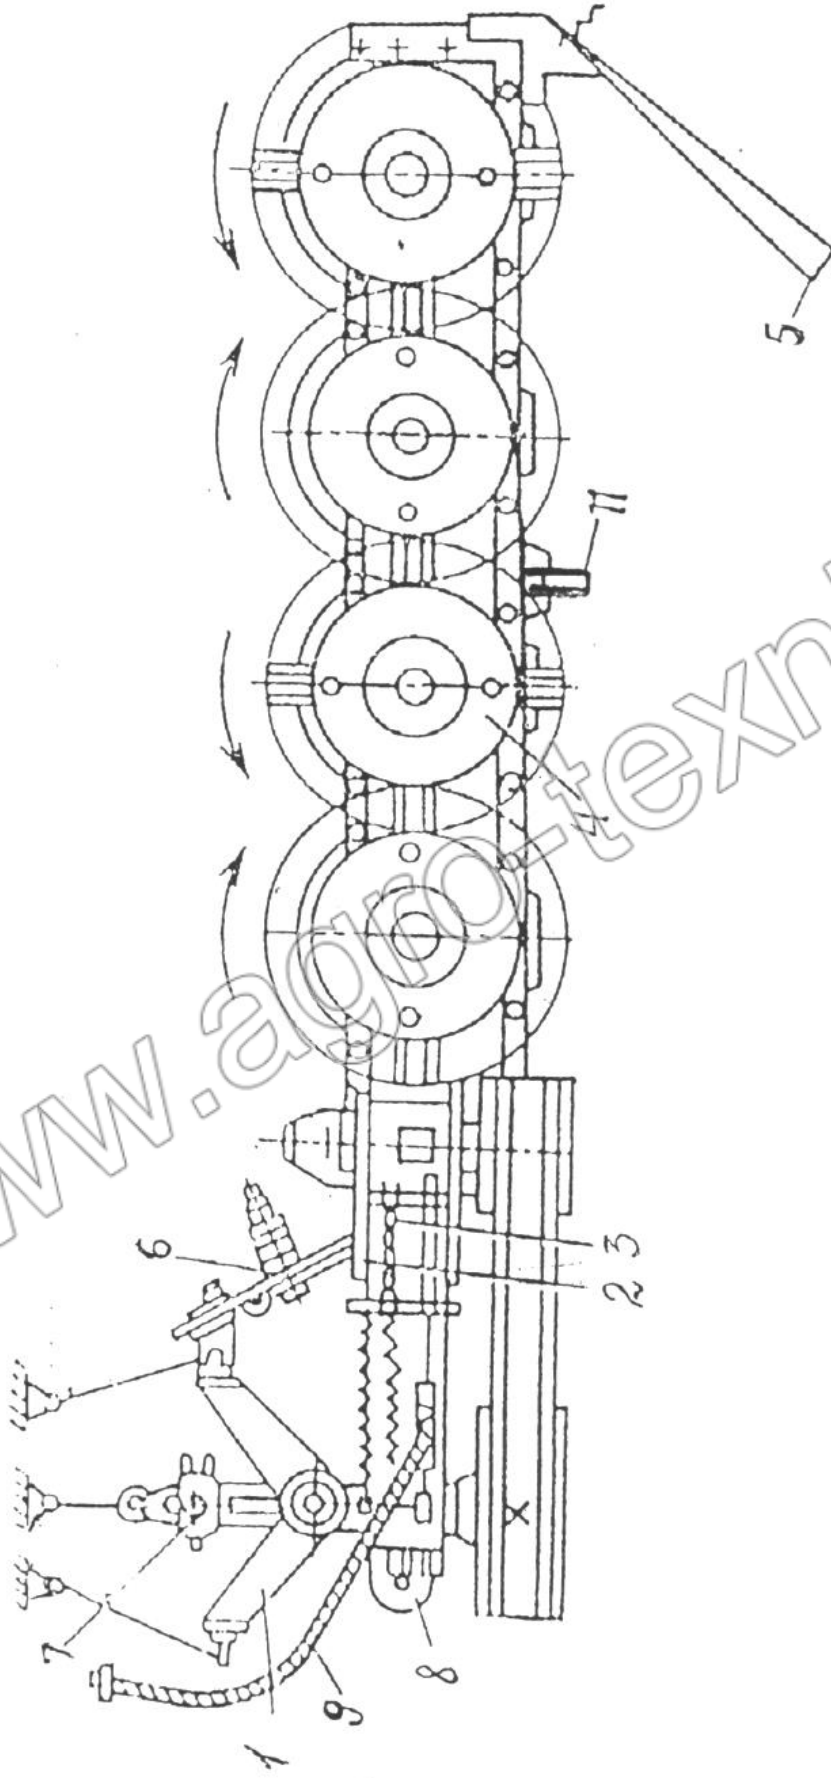
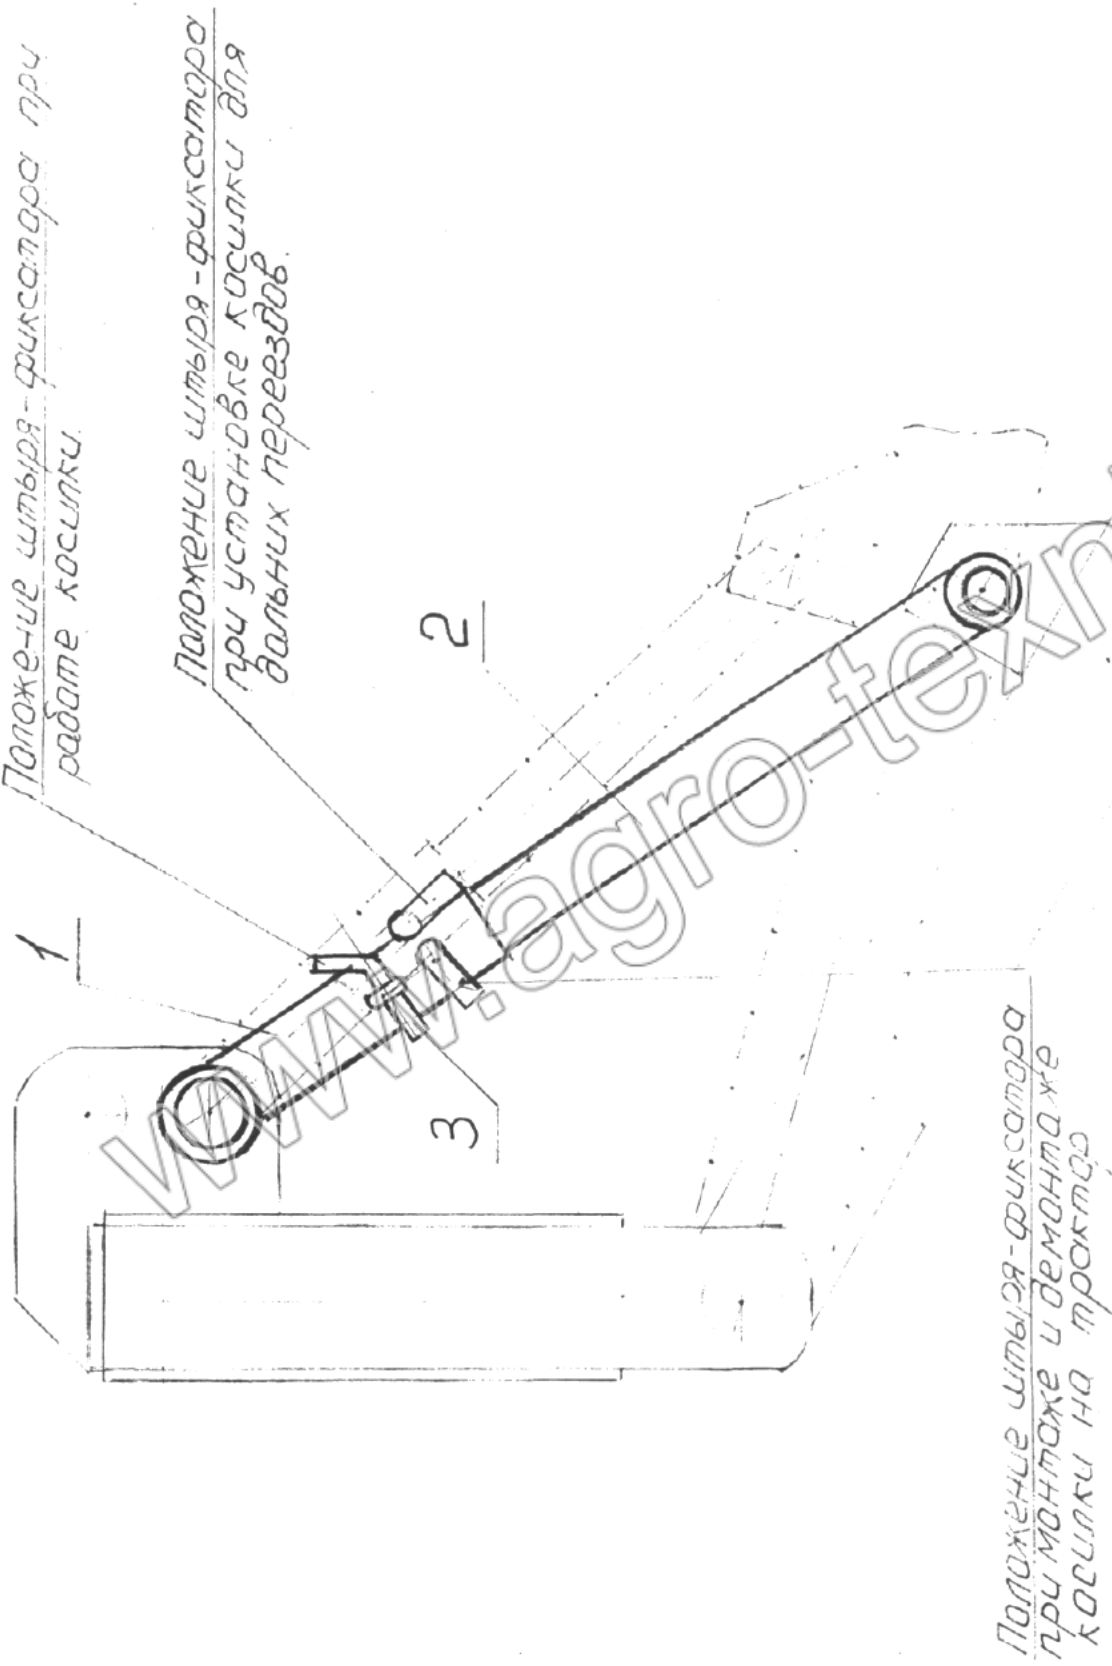
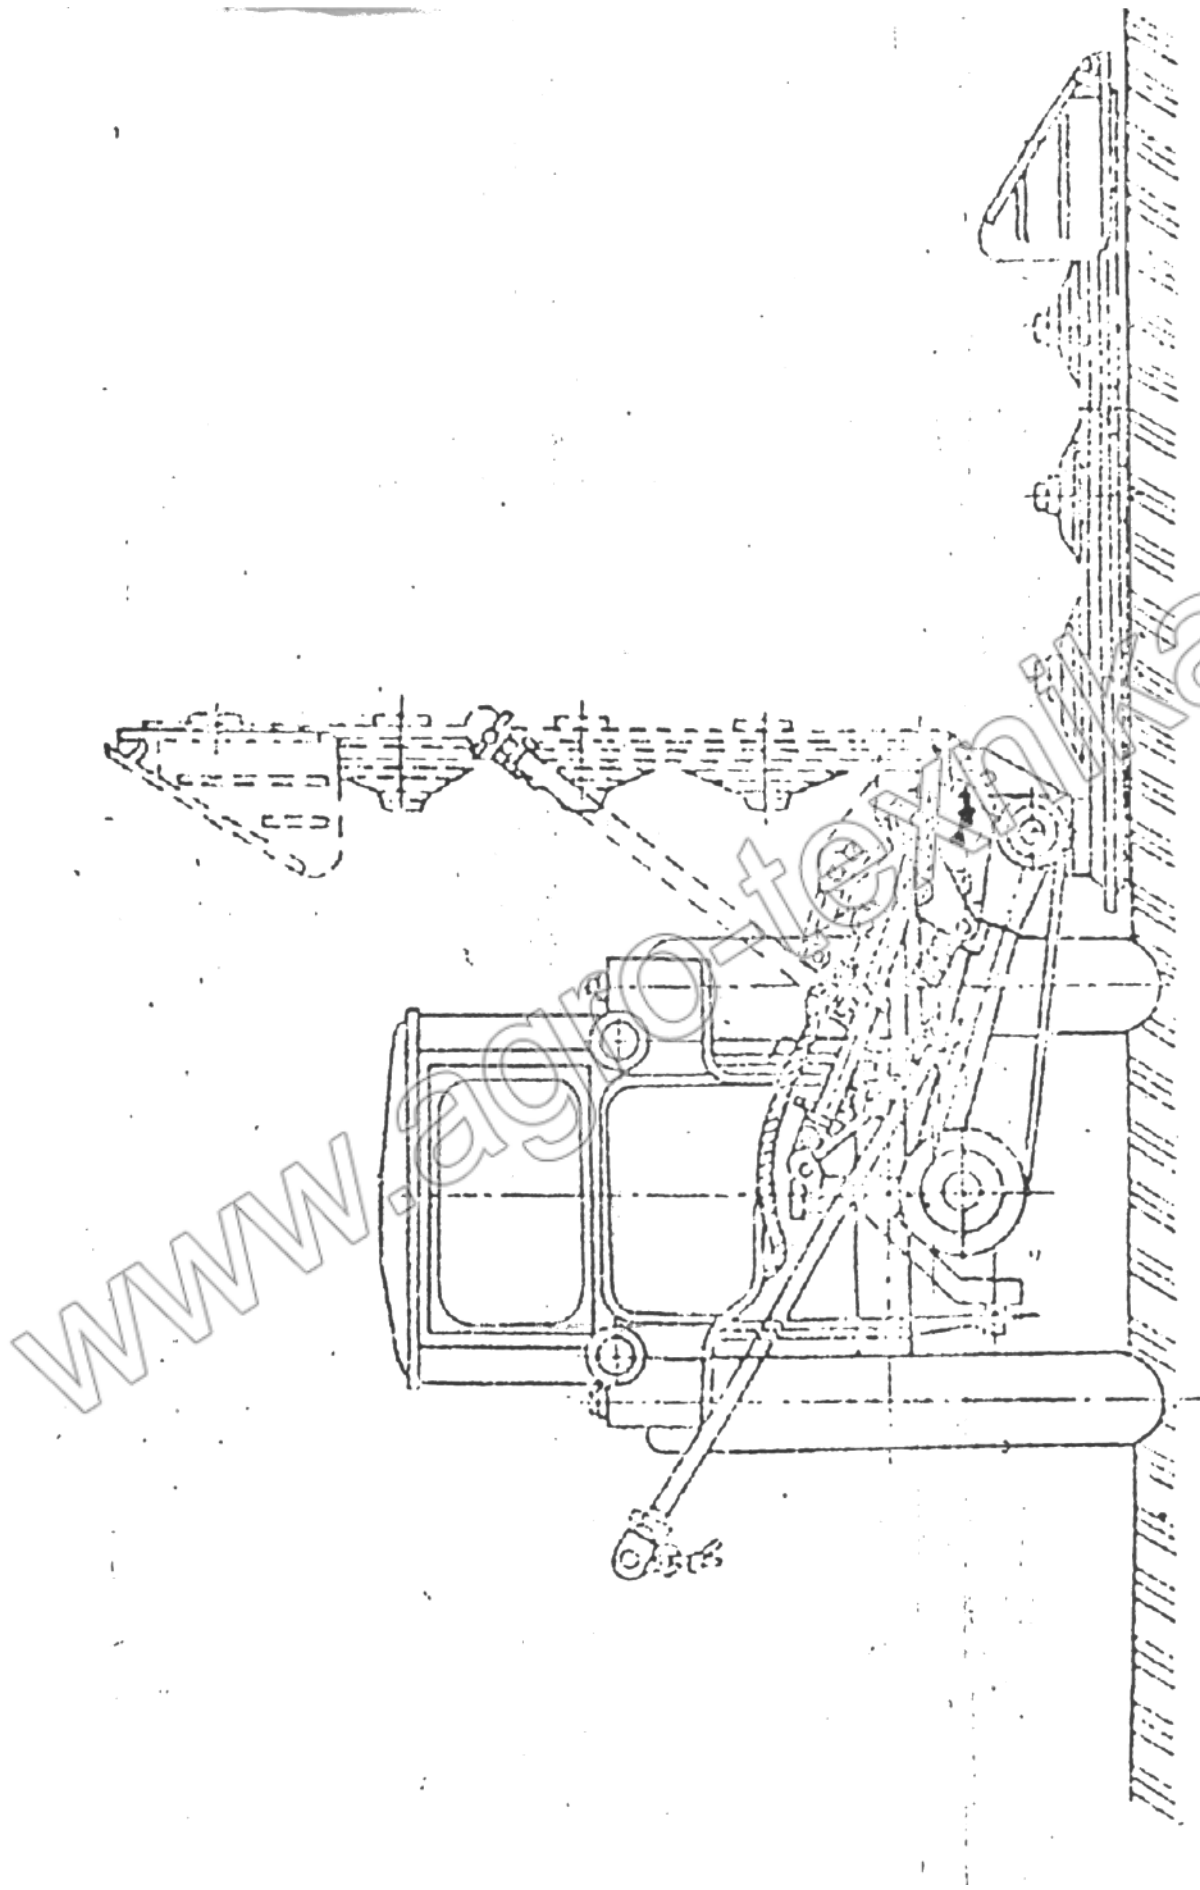

Рис. 2 Схема косилки конструктивная
Рис. 8 Телескопическое стопорное устройство
Рис. 9 Перевод косилки из рабочего положения в транспортное
Для удерживания механизма в транспортном положении и предотвращения опускания режущего аппарата при отказе гидросистемы служит транспортная тяга 7, накидываемая на штырь кронштейна 11 (см.рис.2), а также телескопическое стопорное устройство 8 (рис.8) , устанавливаемое в транспортное положение.
При рабочем положении режущего аппарата шток гидроцилиндра 1 выдвинут, положение рукоятки гидрораспределителя - «плавающее». Транспортная тяга 8 сложена и закреплена цепью. Штырь 3 телескопического устройства (рис.8) вынут из отверстия и закреплён на скобе 2. Пружины 4 уравнивают часть веса подрамника и режущего аппарата и обеспечивают необходимое давление на почву.
При переводе косилки в транспортное положение для дальних переездов (рис.9), как и при переводе в ближний транспорт, включается цилиндр навесной системы трактора, и косилка вместе с навеской поднимается на необходимую высоту. Затем включается гидроцилиндр косилки 1, его шток втягивается и через рычаг 2 тягу 3 поворачивает режущий аппарат до вертикального положения. Далее навесная система трактора возвращается в исходное положение. Для фиксации механизма в поднятом положении на штырь кронштейна 11 (рис.2) одевается транспортная тяга 8. Длина тяги регулируется резьбовым наконечником. Она закрепляется штырем 12 и стопорится пружинным кольцом 11. Штырь 3 телескопического стопорного устройства (рис.8) устанавливается в отверстие.
5.12 Перед снятием косилки с рычагов навесного устройства трактора устанавливайте фиксирующий штырь 3 (рис.8) в отверстие телескопического стопорного устройства.
6.1.3 На кронштейне полевого делителя 1 (рис.9 и 11) посредством болта М12х110, пружины и чашечной шайбы закрепите щиток делителя.